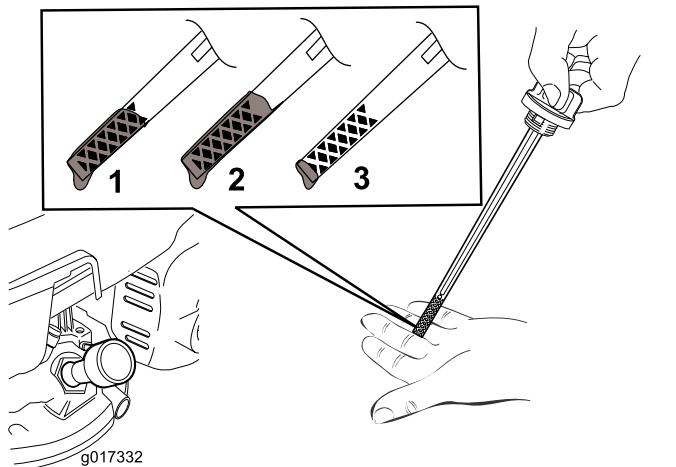

図 6
2. ディップスティックを外す図 6。
注 ディップスティックで量を確認しながら 図 6 に示される適正量までオイルを入れる。オイルを入れすぎてしまった場合には、「エンジンオイルの交換」の項に従って余分なオイルを抜き取ってください。